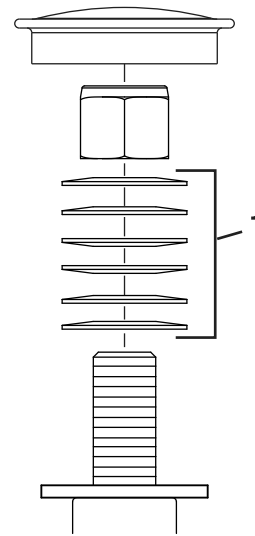

Figura 55
3. Retire el tapón guardapolvo de la rueda giratoria y apriete la contratuerca (Figura 55).
4. Apriete la contratuerca hasta que las arandelas elásticas estén planas, luego afloje la contratuerca  $\frac{1}{4}$  de vuelta para establecer la pre-carga correcta de los cojinetes (Figura 55).
**Importante:** Asegúrese de que las arandelas elásticas están correctamente instaladas, como se muestra en la Figura 55.
5. Coloque el tapón guardapolvo (Figura 55).